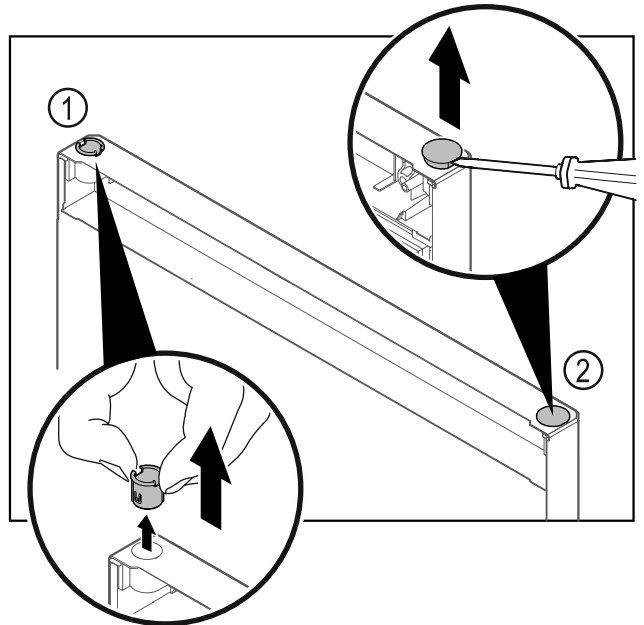

Fig. 21
- Scharnierbus Fig. 21 (1) met de vingers eruit trekken.
- Afdekstop Fig. 21 (2) voorzichtig met een sleufschroevendraaier optillen en eruit trekken.